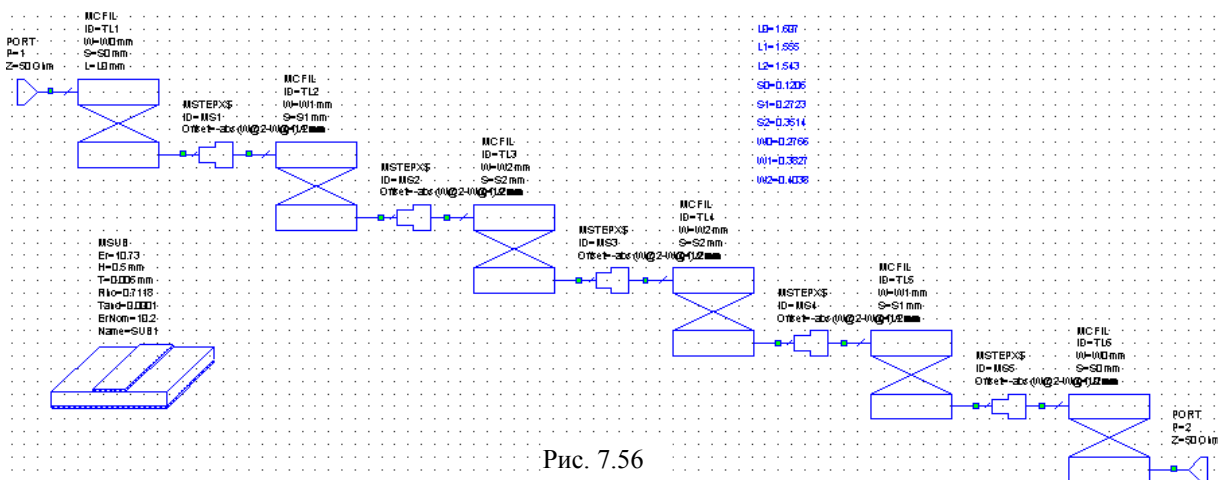

Рис. 7.56
11. Если теперь щёлкнуть по значку **Analyze** на панели инструментов, анализ выполняться не будет. Дело в том, что мастер синтеза фильтров для скачков сопротивления вставил X-модель **MSTEPXS**, но X-модели для $\epsilon_r=10.73$ в Microwave Office нет. Можно, конечно, создать такую модель. Но проще взять готовую модель с близким значением ϵ_r . Это не внесёт существенной погрешности. Кроме того, всё равно структуру будем уточнять в электромагнитном моделировании. Ближайшая модель имеется для $\epsilon_r=10.2$, её и будем использовать. Дважды щёлкните по элементу подложки MSUB и введите **ErNom=10.2**. Синтезированная схема показана на рис. 7.56.